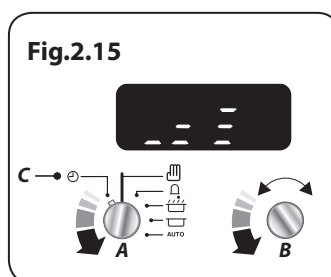

Fig.2.15
Vrid timervredet (A) till klockinställningen (C). Vrid inställningsvredet (B) motsols tills signalstaplarna visas (**Fig.2.15**).